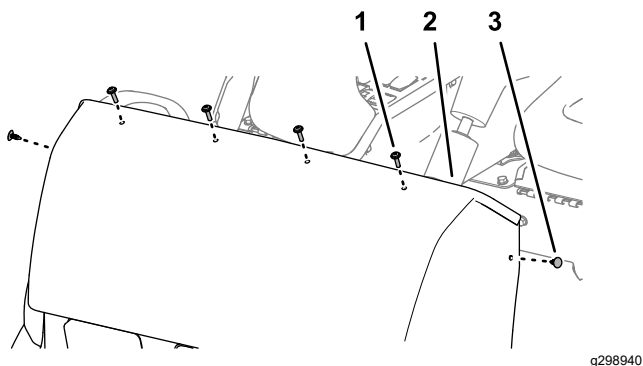

Figura 140
2. Monte el capó en el soporte del salpicadero con 2 grapas (Figura 140).
3. Sujete el capó al soporte del salpicadero (Figura 140) con 4 tornillos Phillips de cabeza redonda ($\frac{1}{4}'' \times 1''$).